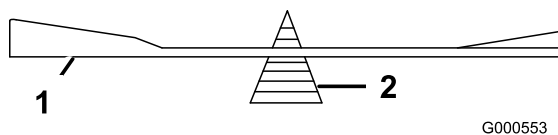

Figura 49
2. Verifique o equilíbrio da lâmina colocando-a num equilibrador de lâminas (Figura 49).